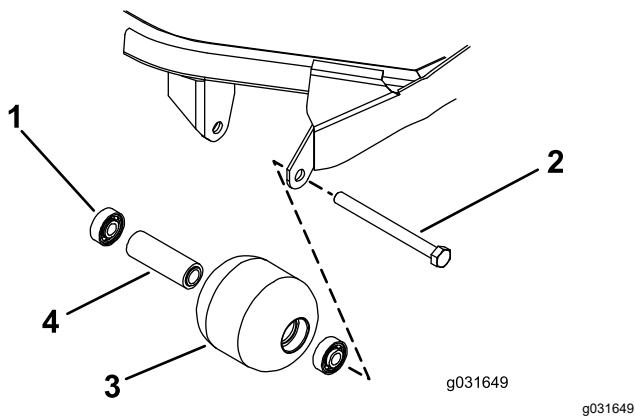

Figura 72
- Retire el perno de montaje del rodillo (Figura 72).
- Inspeccione el alojamiento del rodillo, los cojinetes, y el espaciador del cojinete (Figura 72).
- Haciendo presión solamente sobre el anillo de rodadura exterior, o de forma igual sobre el anillo exterior y el interior, introduzca el primer cojinete en el alojamiento del rodillo (Figura 72).
- Introduzca el espaciador (Figura 72).
- Haciendo presión solamente sobre el anillo de rodadura exterior, o de forma igual sobre el anillo exterior y el interior, introduzca el segundo cojinete en el alojamiento del rodillo hasta que entre en contacto con el espaciador (Figura 72).